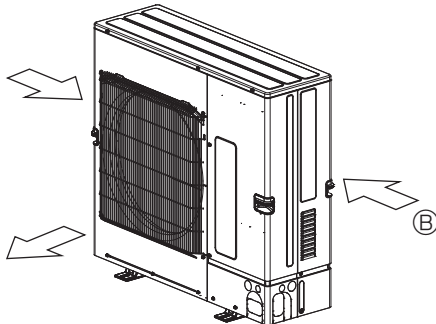

Fig. 2-6
- ③ Եթե հնարավոր է, բլոկը տեղադրեք այնպես, որ արտաթողքից փչող օդի ուղղությունը ուղղահայաց լինի փչող քամու ուղղությանը: (Fig. 2-6)